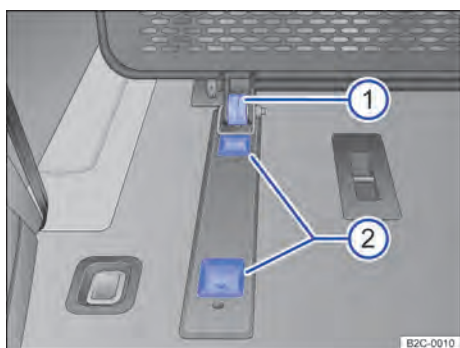

Abb. 160 Im Laderaum: Untere Verankerung.
2. Gittertrennwand unten mit der Rolle → Abb. 160 ① in die hintere Vertiefung in der Verankerung ② schieben.
2. Gittertrennwand unten mit der Rolle → Abb. 160 ① in die vordere Vertiefung der Verankerung schieben → Abb. 160 ②.